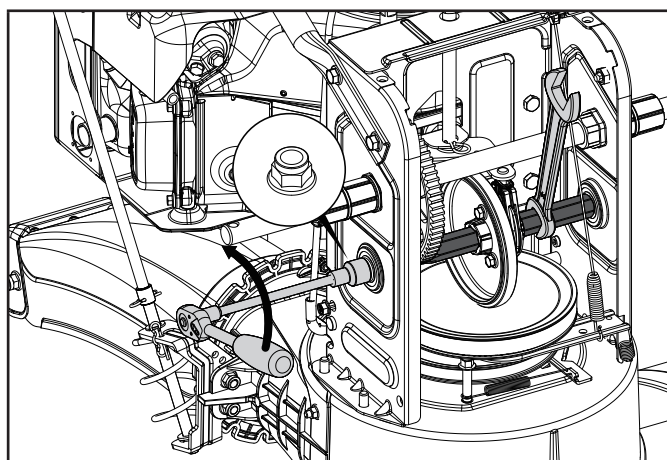

Figure 43
2. Pour accéder à l'entretien ou au remplacement du disque de friction, enlevez les roues des deux côtés. Pour chaque roue, repérez l'axe (A) maintenant la roue en place. Notez l'orientation de l'axe, avec le côté court de l'extrémité biseautée vers l'extrémité de l'arbre, pour faciliter le pivotement de l'anneau de levage en position fermée. Soulevez l'anneau (B) autour de l'essieu (C), puis tirez la goupille (A) vers l'extérieur en tenant la roue en place (fig. 43). Répétez pour l'autre côté. Enlevez les roues.